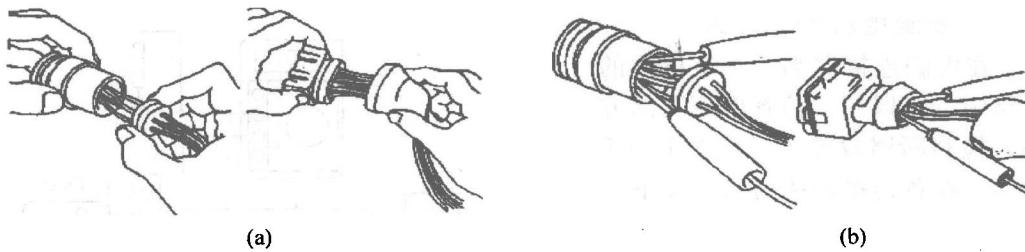

图2-1-5 检查防水型连接器
4) 在用万用电表检查防水型连接器时，应小心取下皮套〔如图2-1-5（a）所示〕，用测试表笔插入连接器检查时不可对端子用力过大〔如图2-1-5（b）所示〕。检测时，测试表笔可以从带有配线的后端插入〔如图2-1-6（a）所示〕，也可以从没有配线的前端插入〔如图2-1-6（b）所示〕。